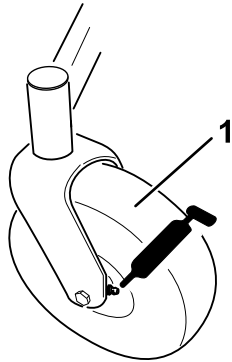

Figura 29
3. Pulite i raccordi d'ingrassaggio (Figura 29) con un panno.
4. Collegate ad ogni raccordo d'ingrassaggio un ingrassatore a pressione (Figura 29).